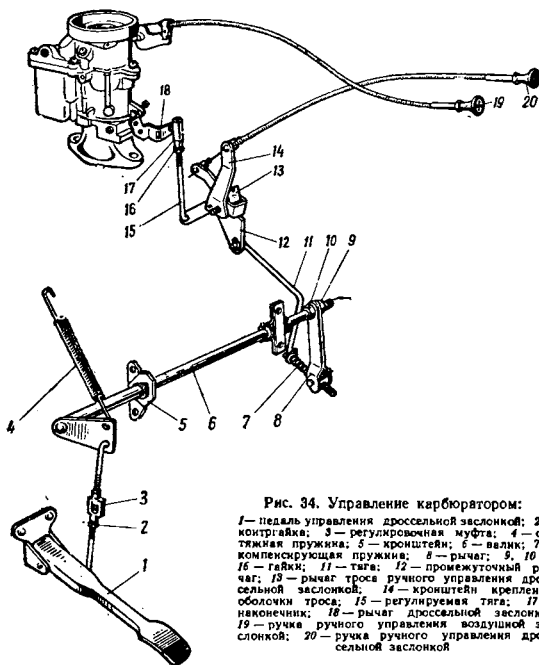

Рис. 34. Управление карбюратором:
**Управление карбюратором** (рис. 34) осуществляется с помощью педалей, связанной системой тяг и рычагов с дроссельной заслонкой, и ручек ручного управления дроссельной и воз-
Педаля управления дроссельной заслонкой карбюратора в процессе эксплуатации может потребовать регулировки, цель которой обеспечить полное открытие дроссельной заслонки карбюратора и удобное положение педали. Если при нажатии на педаль до упора в пол дроссельная заслонка открывается не полностью, то отпустите контргайку 2 (рис. 34) и, вращая муфту 3, укоротите тягу педали.